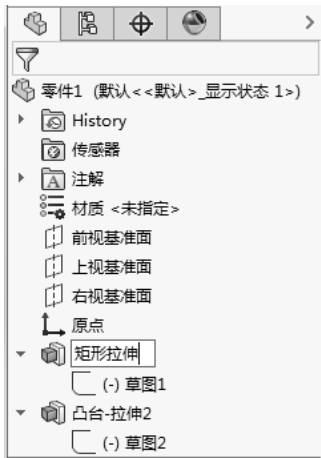

图 1-14 在 FeatureManager 设计树中更改项目名称
4) 如要更改项目的名称，在名称上缓慢单击两次以选择该名称，然后输入新的名称即可，如图 1-14 所示。